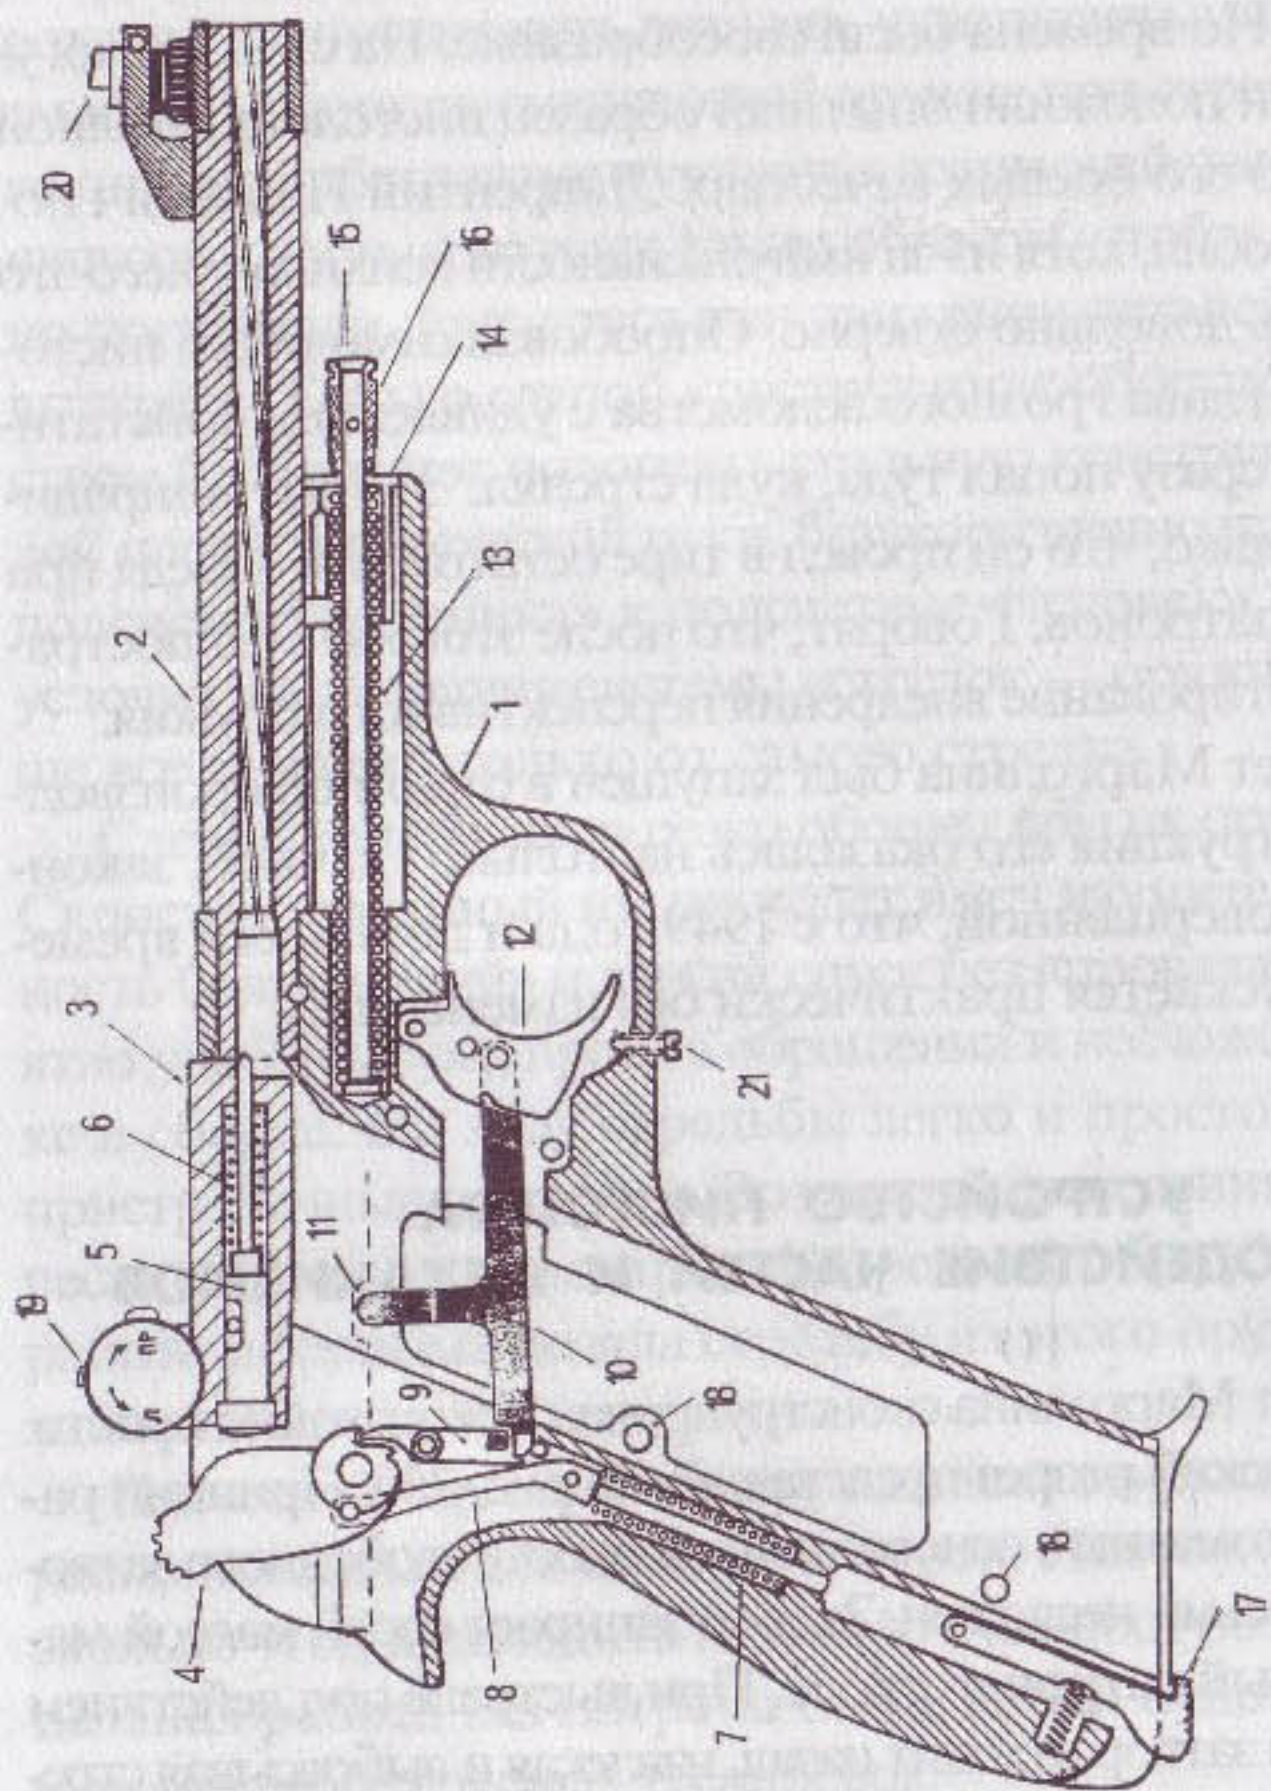

Рис. 266. Технический разрез пистолета Марголина.
Пистолет Марголина сконструирован чрезвычайно просто. Его технический разрез представлен на рис. 266. Принцип работы его автоматики, основанный на работе свободного затвора, также весьма несложен. Затвор запирает своей массой малокалиберный патрон в стволе. При выстреле под действием силы отдачи затвор отходит назад, извлекая и выбрасывая стреляную гильзу. Движущимся назад затвором взводится курок и производится разобщение спусковой тяги с шепталом, чтобы курок мог самостоятельно встать на боевой взвод. После полного отката затвор возвратной пружиной возвращается в край-
Механизм разобщения позволяет курку после выстрела вновь становиться на боевой взвод. Он наглядно представлен на рис. 266, 275, 276. Спусковая тяга (10) при отпущенном спусковом крючке и закрытом затворе поднята вверх специальной пружиной, и разобщающий выступ (11) находится в глубине специальной выточки затвора. Собственно процесс
Для постановки курка на предохранительный взвод следует его слегка взвести (до щелчка) и отпустить. При этом носик шептала заскакивает в углубленный вырез на курке, находящийся на том месте, где он находится и на курке пистолета ТТ (см. ранее). При этом курок плотно становится на шептало и не может достать до ударника. На рис. 266 представлено именно такое положение шептала, курка и удар-
Для ограничения «провала» спуска на спусковой скобе имеется регулировочный винт (21 на рис. 266), затягивая который можно добиться спуска без «провала».